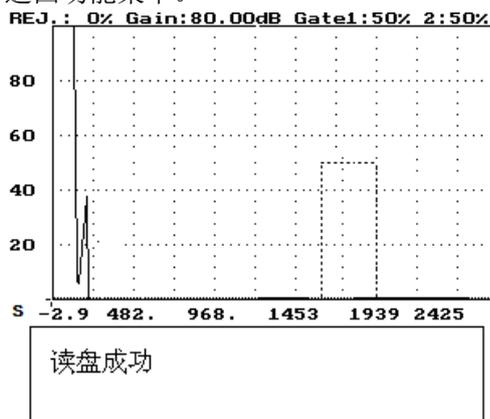
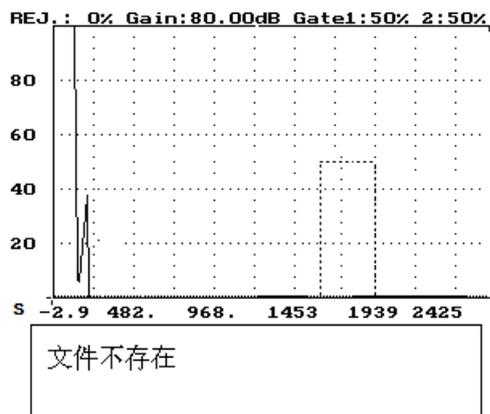

图 18-3
图 18-4
- ②、
- a 按进入键——调出所需的参数文件，如果仪器内存储有该编号参数文件，则在屏幕下方显示：“读盘成功”，如图 18-3 所示，同时恢复存储该编号参数文件时的探头的各种数据并返回功能菜单。如果仪器内没有存储该编号参数文件，则在屏幕下方显示：“文件不存在”，如图 18-4 所示并返回功能菜单。
- ②、按方向键——移到“口”光标，将“口”光标套住所需调入的参数文件标号。
③、a、按进入键——调出所需的参数文件，并在屏幕下方显示：“读盘成功”，如图 18-3 所示，同时恢复存储该编号参数文件时的探头的各种数据并返回功能菜单。
- b、按退出键——放弃参数读盘，同时在屏幕下方显示：“放弃操作”，如图 18-4 所示并返回功能菜单。
- ①、按退出键——确认原有的参数文件编号，调出所需的参数文件，如果仪器内存储有该编号参数文件，则在屏幕下方显示：“读盘成功”。如图 18-3 所示，同时恢复存储该编号参数文件时的探头的各种数据并返回功能菜单。如果仪器内没有存储该编号参数文件，则在屏幕下方显示“文件不存在”，如图 18-4 所示并返回功能菜单。如果仪器存储空间不
③、按方向键——移动“口”光标，将“口”光标套住所需调入的参数文件编号。
④、a、按进入键——调出所需的参数文件，并在屏幕下方显示：“读盘成功”，如图 18-3 所示，同时恢复存储该编号参数文件时的探头的各种数据并返回功能菜单。
b、按退出键——放弃参数读盘，同时在屏幕下方显示：“放弃操作”，如图 18-4 所示并返回功能菜单。